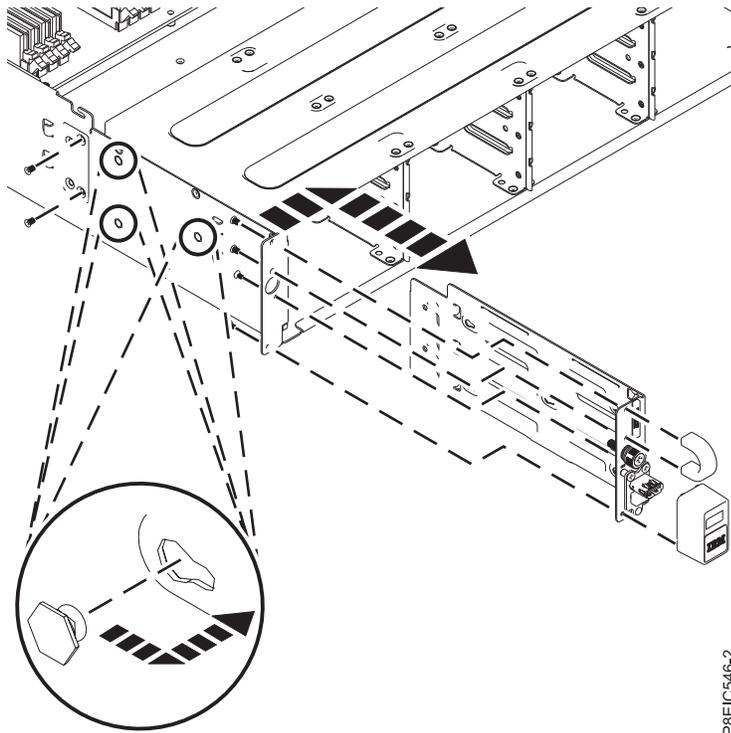

Figura 108. Extracción de USB frontal y cable
5. Quite los cuatro tornillos que unen el frontal USB y el soporte con el conjunto del frontal USB, tal como se indica en Figura 108.
6. Quite los dos tornillos que fijan el conjunto USB con el lateral del chasis, tal como se muestra en Figura 108.
7. Tire del conjunto USB hacia delante y, después, extraiga el conjunto USB de las patillas del lateral del chasis, tal como se muestra en Figura 108.